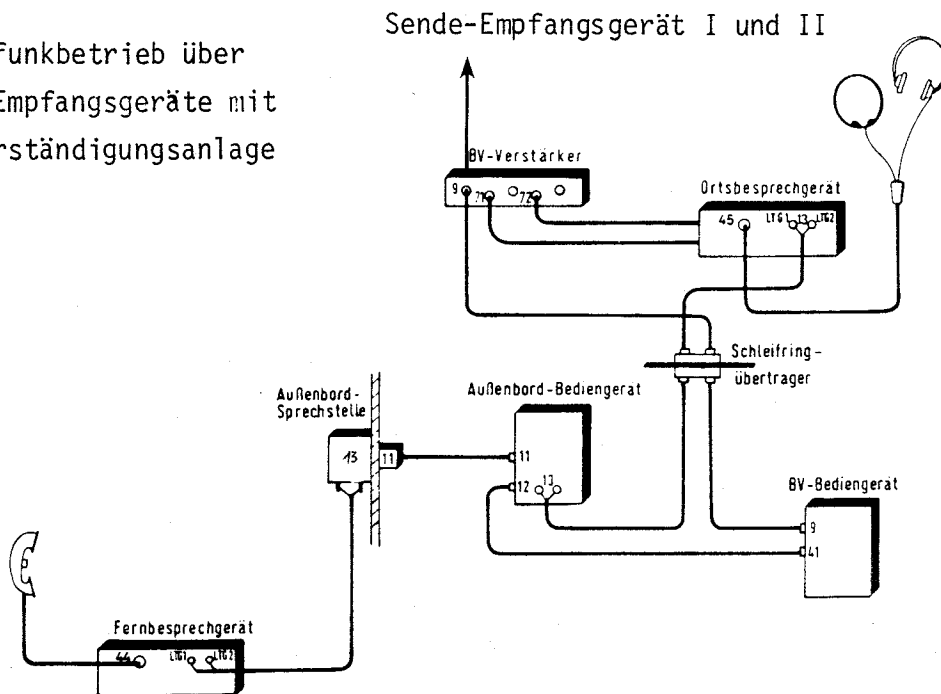

Bild 57 Fernbesprechgerätsatz, Aufbaubeispiele
1.3.4.2 Gegensprechverkehr zwischen Orts- und Fernbesprechgerät (Bild 57, Nr.1)
1.3.4.3 Sprechfunkbetrieb über Sende-Empfangsgerät SEM 25 (Bild 57, Nr. 2)
1.3.4.4 Sprechfunkbetrieb über Sende-Empfangsgerät SEM 25 eines Fahrzeugs und Gegensprechverkehr mit der Bordverständigungsanlage (Bild 57, Nr.3)
Der Zusammenbau von Orts- und Fernbesprechgerät richtet sich nach dem Verwendungszweck des Fernbesprechgerätsatzes (Beispiel siehe Bild 57).